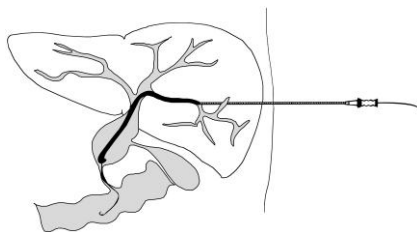

図 3
- (1) 0.035 インチ（0.89 mm）のガイドワイヤを、X 線透視下で確認しながら経肝ルートにより胆管狭窄部を通り越して十二指腸へ挿入する（図 3）。
- (2) デリバリーシステムの挿入に、イントロデューサシース等を使用する場合は、内径 6 Fr（2.0 mm）のシースを使用する（図 3）。